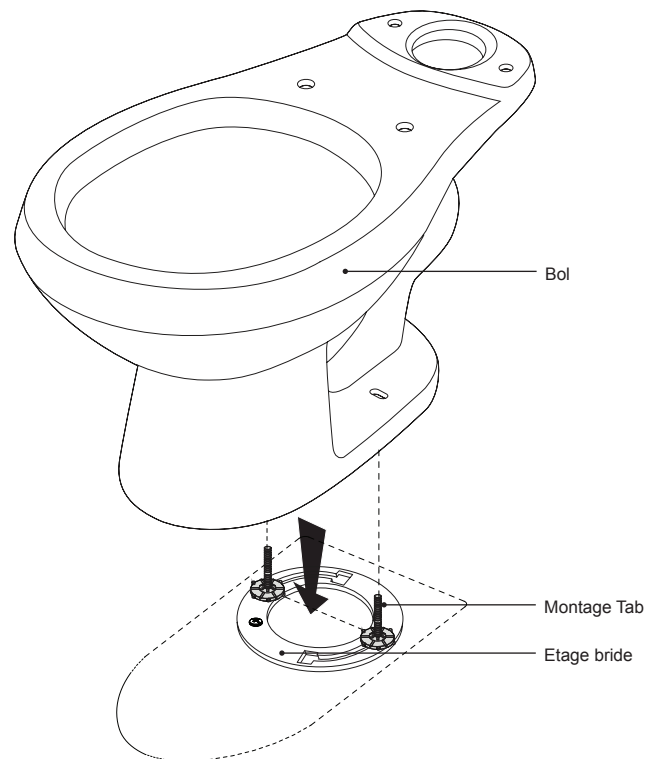

Figure 5
**1** Une personne devrait faire baisser le WC, tandis que la seconde personne doit guider la bride conique dans l'ouverture de la bride de sol (figure 5).